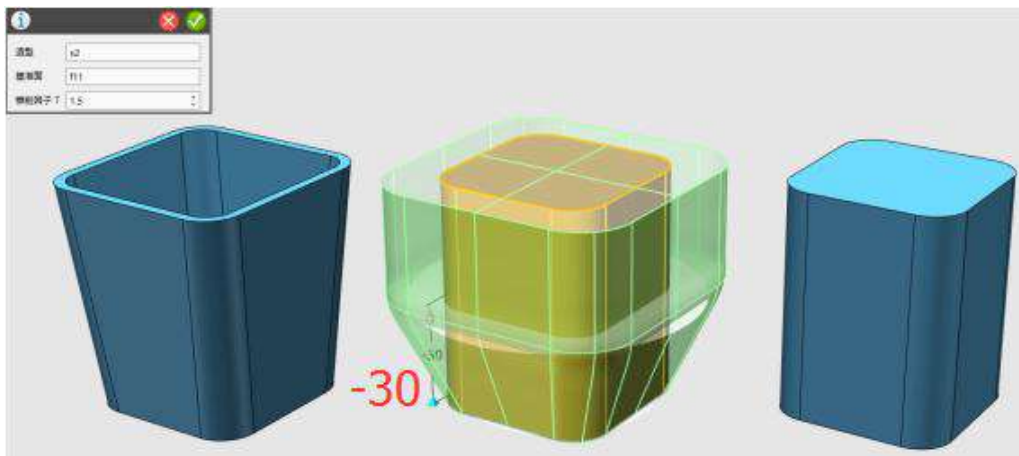

图 1-7
Step 7 选择锥削命令，造型选择另外一个杯体，基准面选择杯体底面（与网格平面重合的平面），锥销因子设为 1.5；工作区的数值设为-30，如下图 1-7 所示：